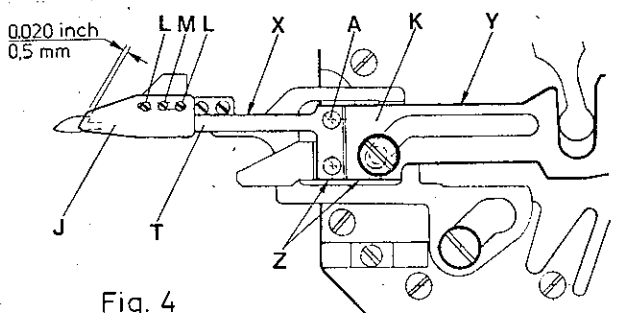

Fig. 4
- 4) La cuchilla inferior (T, Fig.4) esta ajustada correctamente cuando su borde (X, Fig. 4) está paralelo al borde (Y, Fig. 4) del sujetador de cuchilla inferior (K, Fig. 4) y el borde (Z) de la cuchilla inferior está en línea con el borde (Z) del sujetador de la cuchilla inferior. Para realizar este ajuste aflojar el tornillo (A, Fig. 4). Apretar de nuevo los tornillos.
- 5) La cuchilla superior (J, Fig. 4) ha de ajustarse de manera que sobrepase la cuchilla inferior (T, Fig. 4) $1\text{mm} = .04''$. Aflojar los tornillos (L y M, Fig. 4) para realizar este ajuste. Apretar tornillo (L). Ajuste tornillo (M) de manera que el hilo del looper sea sujetado como se muestra en (Fig. 12).